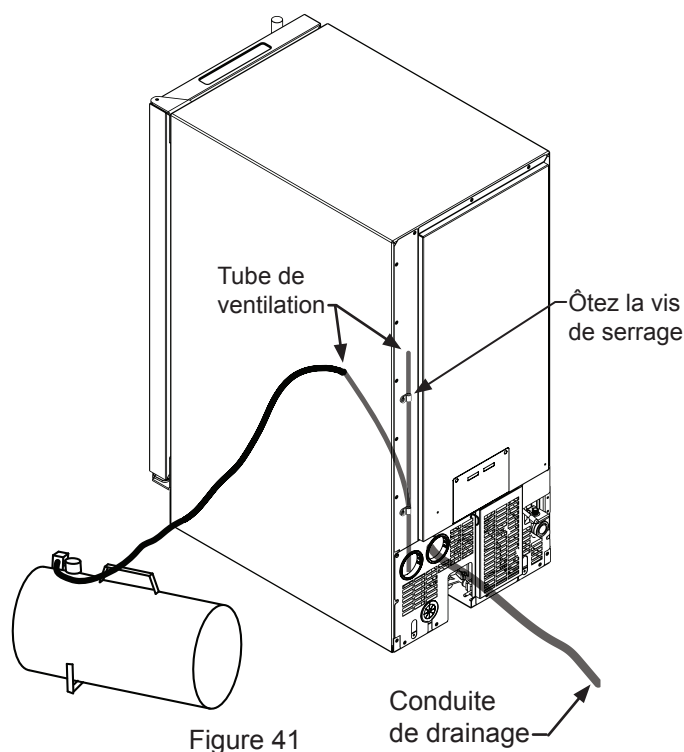

Figure 41
15. Envoyez de l'air sous pression (environ 10 psi) à l'extrémité du tube de ventilation, ce qui va purger le reste de l'eau de la pompe et de la conduite de drainage (Voyez la Figure 41).